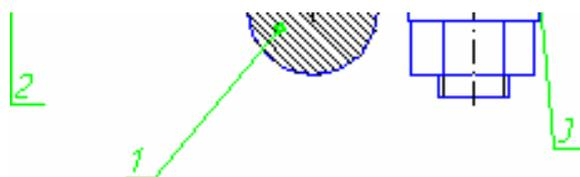
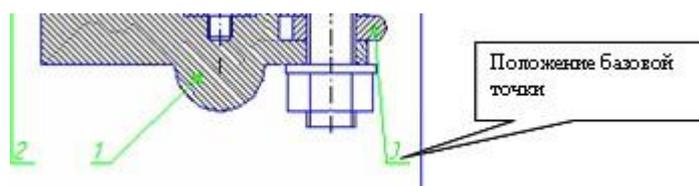

Рис. 37
Рис. 38
8. Выполните выравнивание полочек для простановки номеров позиций по горизонтали и, если необходимо, по вертикали. Для этого сделайте окно со сборочным чертежом активным. Выделите необходимое количество выносных линий, рис. 37. Выполните команду **Сервис – Выравнивание полочек - по горизонтали** и на запрос системы **Укажите базовую точку** укажите курсором необходимое положение полочек, рис. 38.